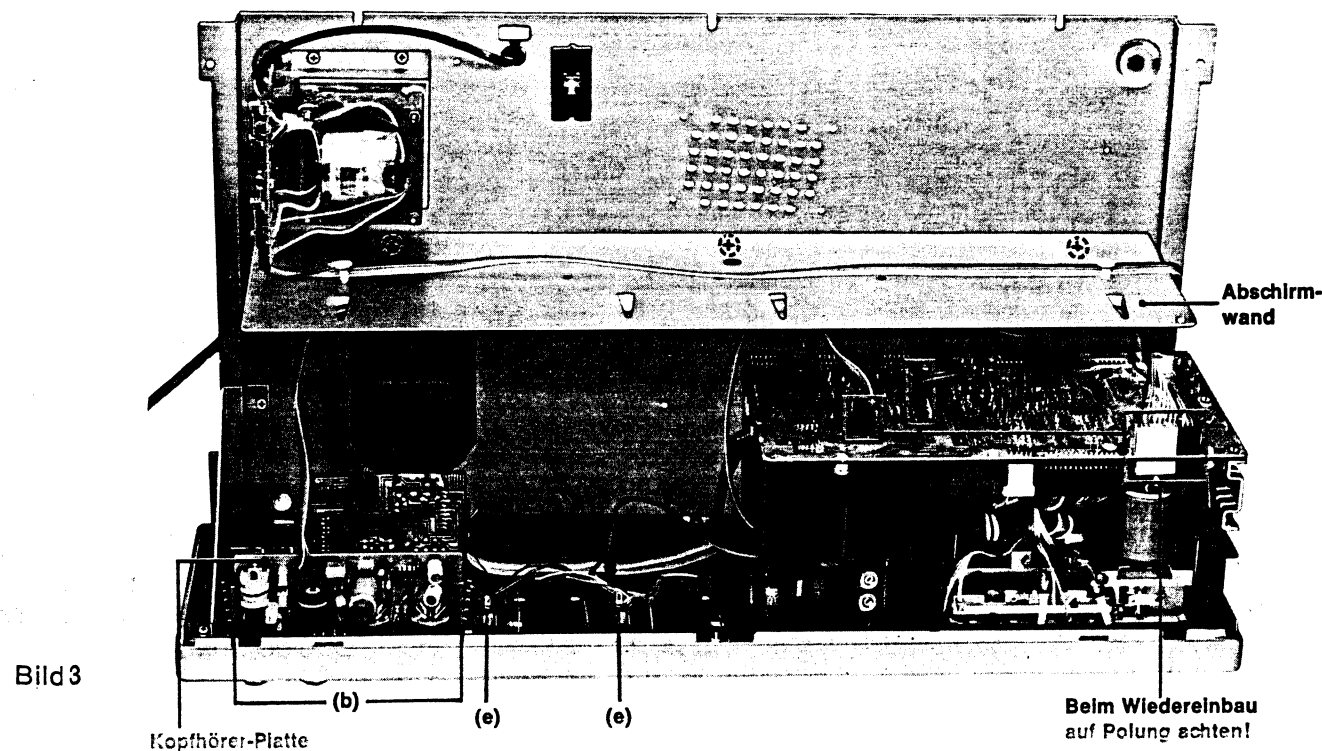

Bild 3
3.26 Kopfhörer-Platte ausbauen [Bild 3]
3.28 Wechseln der Instrumentenlämpchen [Bild 3]